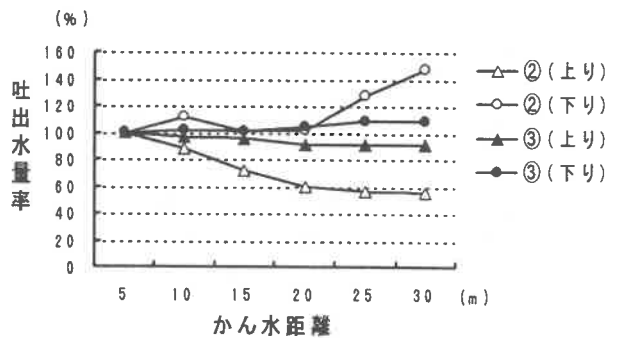

図5 勾配が付いた場合のかん水精度の変化
- 3 2.1%の勾配をつけた場合、かん水距離30mの地点における吐出水量率の差は、散水タイプは勾配の上りでは -45%、下りでは +47%に対して、点滴タイプは上りでは -10%、下りでは +8%であり、均一なかん水精度を確保できる（図5）。